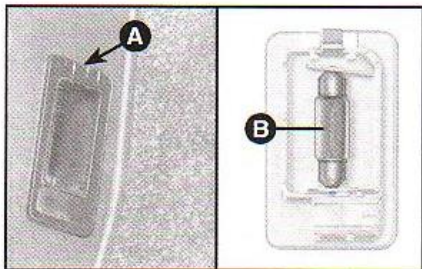

fig. 50a
- 1) Retirar a lâmpada usando uma chave de fenda na lingüeta **A-fig. 50a**.